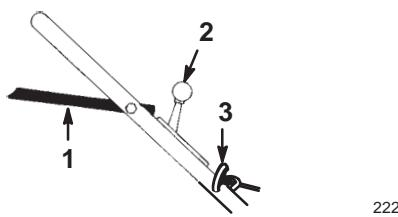

Figure 8
La barre de commande, la manette d'accélérateur et la poignée du lanceur se trouvent sur la partie supérieure du guidon, comme illustré à la Figure 8.
3. Placez la manette d'accélérateur en position **Starter** (Fig. 8).
4. Serrez la barre de commande contre le guidon (Fig. 8).
5. Tirez lentement la poignée du lanceur (Fig. 8) jusqu'à ce que vous sentiez une résistance, puis tirez vigoureusement. Laissez le lanceur se rétracter lentement jusqu'à la poignée.